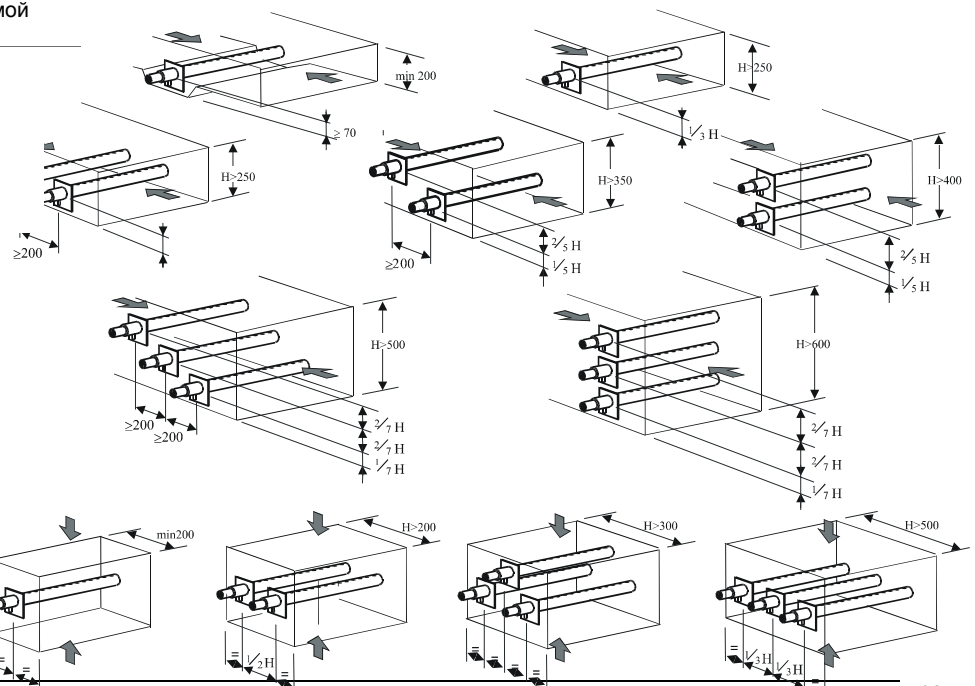

Рис.4.б:
На Рис.4.а указаны размеры распределителей Carel, а в Табл.4.а - минимальное количество и типоразмеры распределителя, рекомендуемые для данного увлажнителя.
**Линейные распределители монтируются следующим образом (см. Рис. 4.а):**